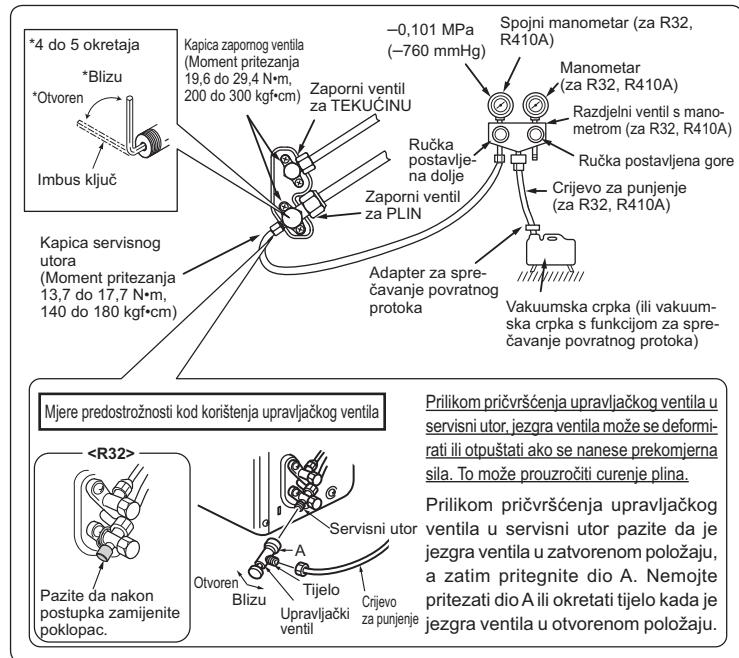

Fig. 6
- Usporedite pertlanje sa Fig. 6.